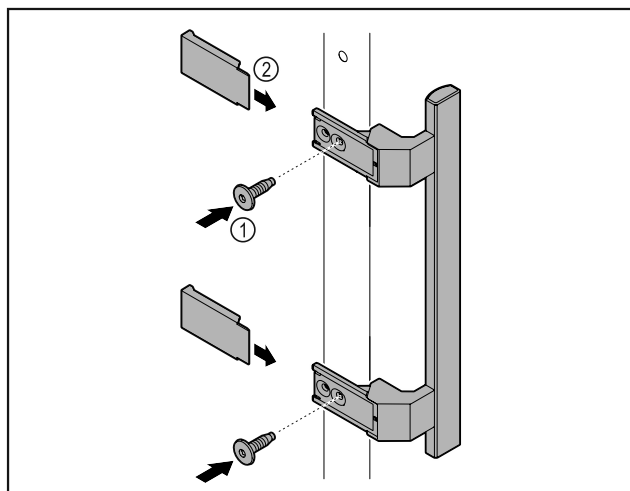

Fig. 47
- ▶ Установите на двери ручку из набора принадлежностей, используя прилагающиеся винты Fig. 47 (1).
- ▶ Установите крышку Fig. 47 (2).